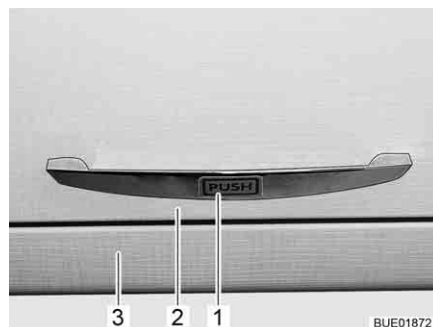

Bild 43 Möbelklappe mit Druckentriegelung
- Möbelklappe (Bild 43,2) am Griff (Bild 43,1) gegen den Schrankkorpus (Bild 43,3) drücken. Die Möbelklappe ist entriegelt.